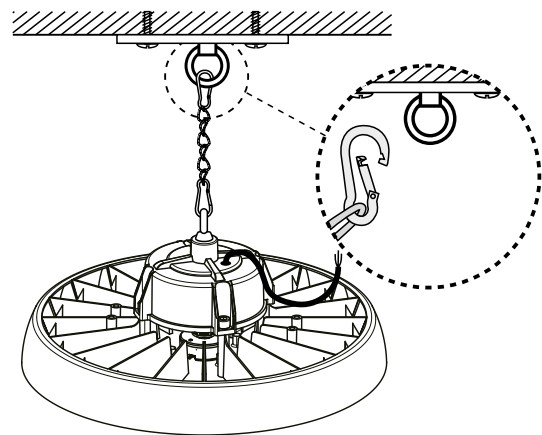

Abb. 4: Die Leuchte über die Öse sicher aufhängen
2. Die vorbereitete Leuchte an der Ösenschraube in die Aufhängung einhängen (siehe Abb. 4). Das Montagematerial hierfür ist auf die Anforderungen der Leuchte und die örtlichen Gegebenheiten abzustimmen. Die Aufhängekonstruktion muss mindestens 15 kg tragen können.